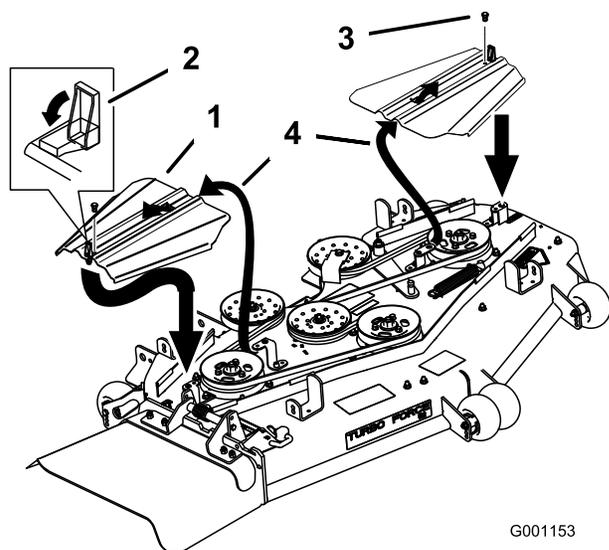

Figure 56
3. Retirez les boulons de fixation des couvercles de courroie et déposez les couvercles (Figure 56).
9. Posez les couvercles en les insérant sous la languette, vissez les boulons en place et fermez les fixations (Figure 56).